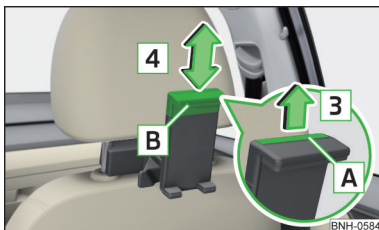

Fig. 85
► Pentru **adaptarea înălțimii suportului**, trageți curelușa de siguranță  în sensul săgeții  și deplasați piesa  în sensul săgeții  în poziția dorită » fig. 85.